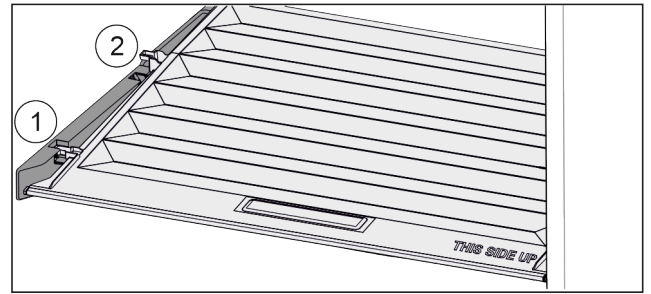

Fig. 21
- Tirare in avanti il coperchio fino all'apertura nei fermi Fig. 21 (1).
- Sollevare posteriormente dal basso e togliere verso l'alto Fig. 21 (2).